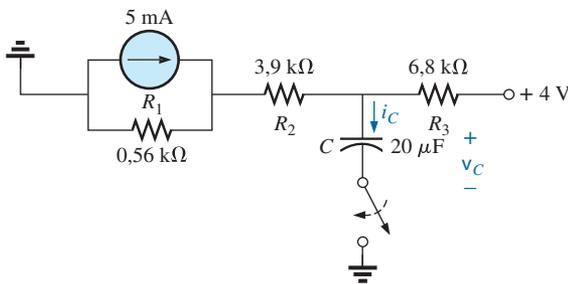

Figura 10.112 Problema 41.
41. Para o circuito na Figura 10.112: